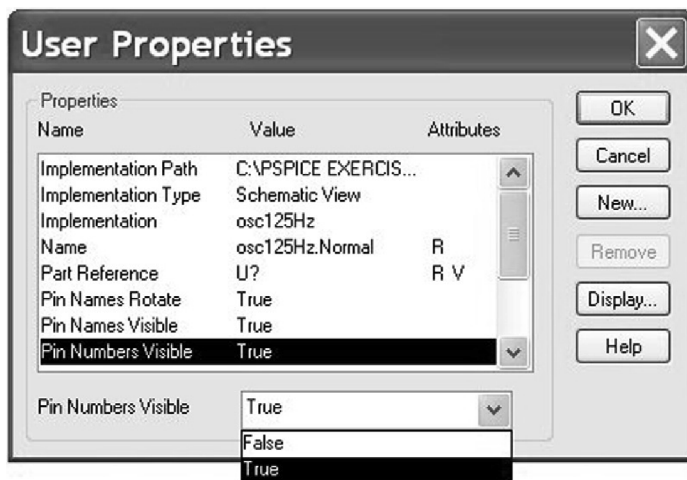

图 20.27 属性编辑器
15. 如图 20.27 所示, 在元器件编辑器的任意位置双击鼠标左键, 打开 User Properties 属性对话框。选中 Pin Numbers Visible, 然后在下拉菜单中选择 True。单击 OK 按钮进行确定。